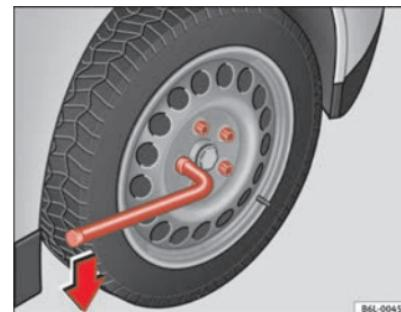

Fig. 128 Cambio de rueda: aflojar los tornillos de rueda
- Agarre la llave por el extremo y gírela aproximadamente una vuelta hacia la **izquierda** ⇒ fig. 128.